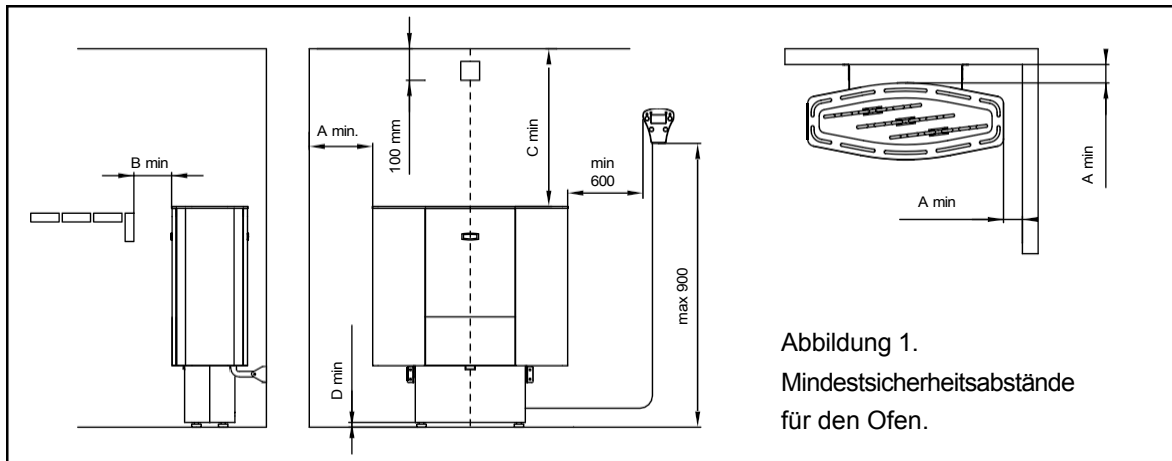

Abbildung 1.
\*\*) Viz Abbildung 1
- Montieren Sie den Fühler an der Wand oberhalb Ihres Elektro-Saunaofens, 100 mm unterhalb der Decke (s. Abb. 1).
- In der Sauna sind die maximale Anbringungshöhe der Steuereinheit 90 cm und der Mindestabstand zum Saunaofen 60 cm (siehe Abb. 1).